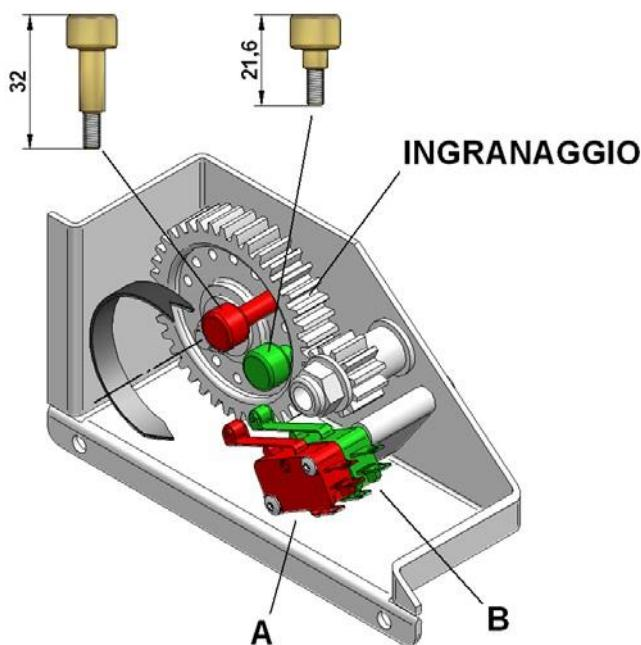
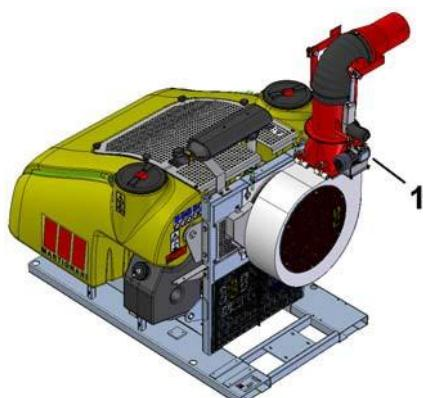

Abb. 44
Abb. 46
Der lange Nocken (32mm) betätigt den Endschalter 'A' LINKE SEITE. Der kurze Nocken (21,6mm) betätigt den Endschalter 'B' RECHTE SEITE. (Abb.44)
1. Die beiden Nocken vom Zahnrad losschrauben. (Abb.44)
2. Das Zahnrad auf korrekte Drehrichtung prüfen: Betätigt man das Bedienelement für die Drehung der Kanone im UHRZEIGERSINN, muss man prüfen, ob das Zahnrad sich ENTGEGEN DEM UHRZEIGERSINN dreht. (Abb.44) Falls das Zahnrad sich im Uhrzeigersinn dreht, sind die Speisedrähte des Elektromotors umzuklemmen. (Abb.46 - Pos. 1)